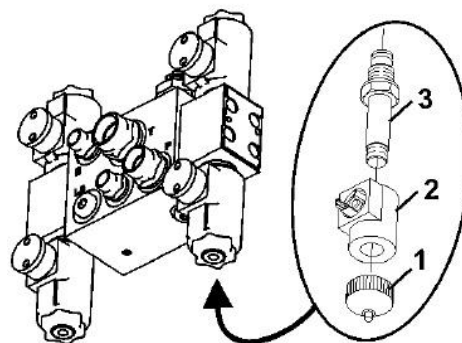

Figura 8.3 – Ex. Válvula solenoide.
- Verifique se existe algum dano nas fichas elétricas das válvulas solenoide (*Figura 8.3*), e/ou se estas se encontram devidamente encaixadas e apertadas;